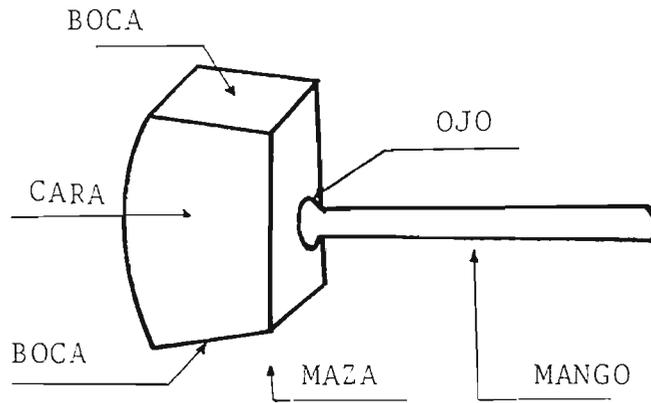
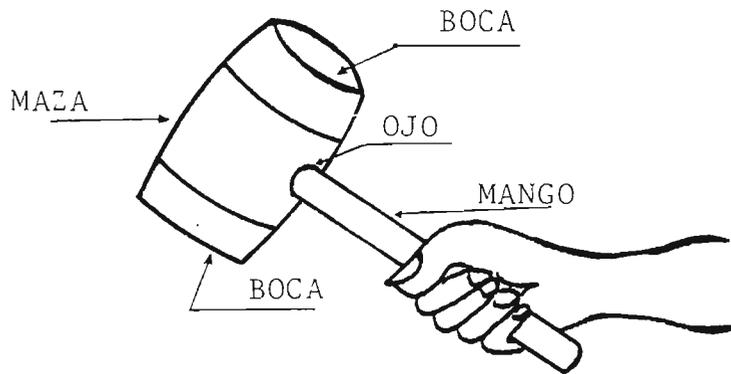

FIG. 1
FIG. 2
- Hay dos clases de mazos: El mazo plano (Fig 1) y el mazo de barrilete (Fig 2)